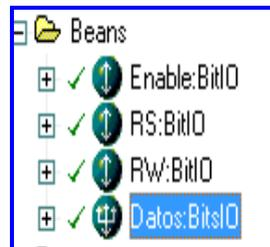

Figura 4.141 Beans utilizados para el uso del LCD.
10.- Ver las funciones necesarias para realizar el código para inicializar y utilizar el LCD. En la Figura 4.141 se muestra los beans utilizados y los nombres que se les dio.